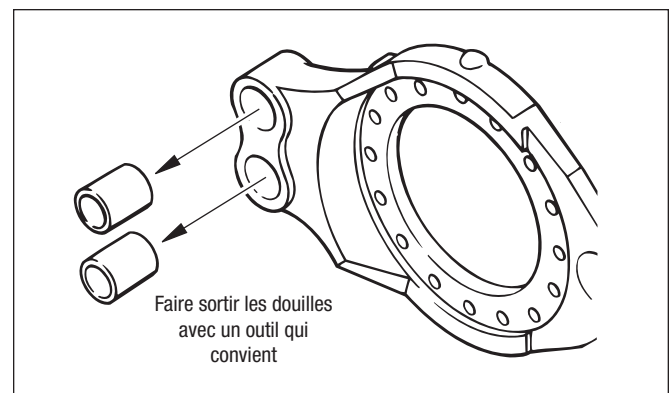

Figure 22 – Dépose des douilles d'axe de segment
4. Si l'on constate un mauvais état, faire sortir les douilles d'axes usées du porte-segment. Cf. Figure 22.